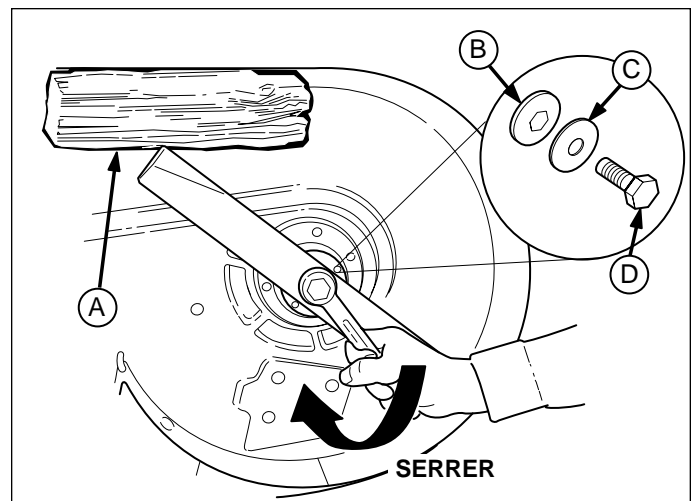

Figure 26. Installation de la lame
6. Remonter les lames avec les languettes dirigées vers le carter du plateau de coupe, comme illustré à la Figure 26. Les fixer avec un boulon, une rondelle élastique et une rondelle hexagonale (s'assurer que la rondelle hexagonale est alignée sur les pans de l'arbre). Bloquer la lame avec une cale en bois pour l'empêcher de tourner et serrer les boulons à 61-75 N.m.